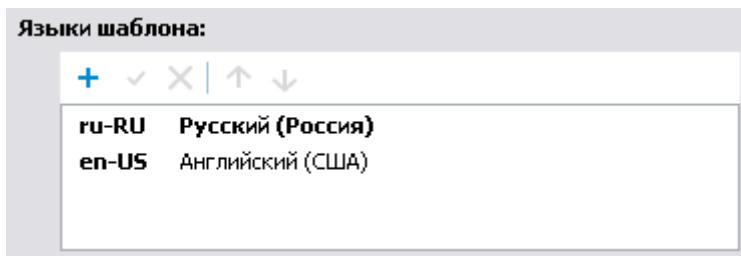

Рис. 1.25
3. Нажмите на кнопку Применить. В окне Языки шаблона отобразится название выбранного языка (Рис. 1.25).